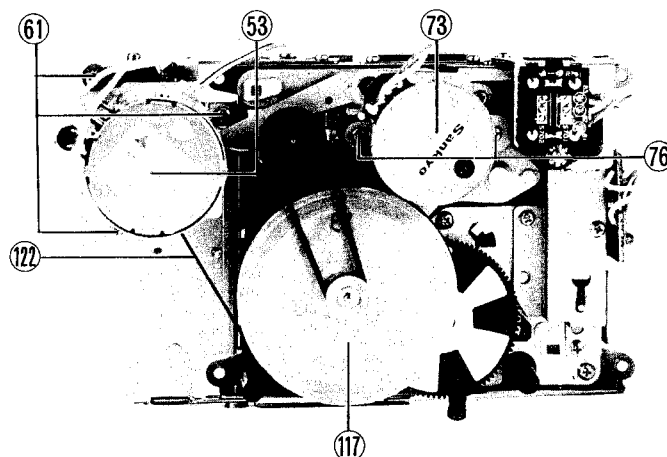

Fig. 13
**H. Capstan motor 53** (Fig. 13)
**I. Reel motor 73** (Fig. 13)
**J. Flywheel ass'y 117** (Fig. 13)